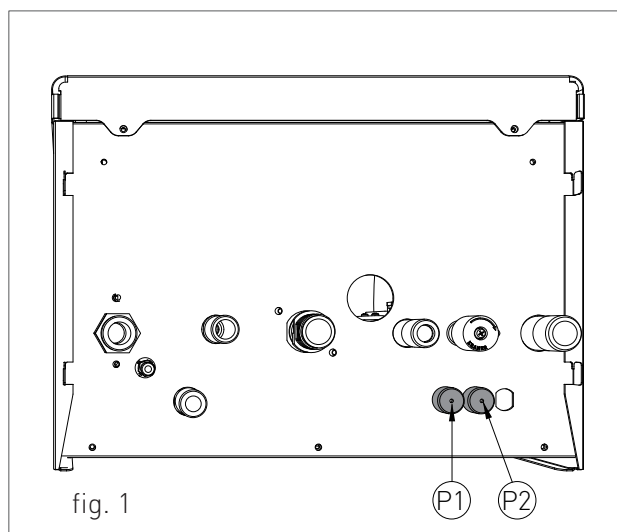

fig. 1
Los cables deben de pasar hacia el interior de la caldera a través de las entradas previstas 'P1' y 'P2' situadas debajo de la caldera (ver fig. 1). Hacer un agujero menor que el diámetro del cable para asegurar que no entra aire.
- > una vez retirada la tapa, conectar los elementos al circuito electrónico (ver fig. 1):
- › Si se instala un conducto de humos vertical, intercalar un sifón para la recogida de condensados en la base del conducto y conectarlo al desagüe del local (fig. 1).